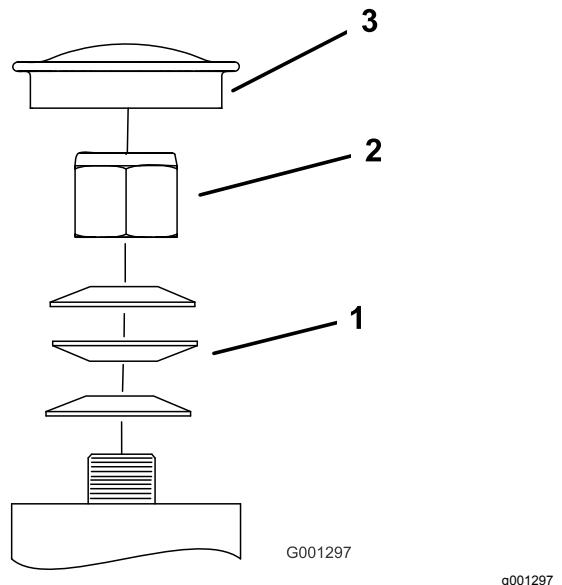

Figure 68
3. Retirez le couvre-moyeu de la roue pivotante et serrez le contre-écrou (Figure 68).
4. Continuez de serrer le contre-écrou jusqu'à ce que les rondelles élastiques soient aplatis, puis desserrez-le d'un quart de tour pour obtenir la précharge correcte des roulements (Figure 68).
Important: Veillez à placer les rondelles élastiques comme montré à la Figure 68.
5. Reposez le couvre-moyeu (Figure 68).